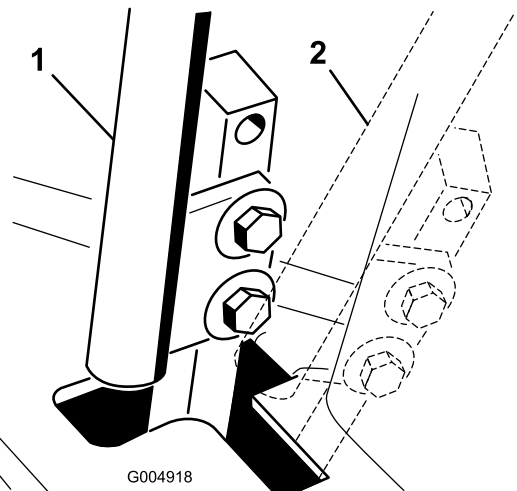

図 60
6. コントロールレバーと、コンソールのノッチとの位置関係を見る (図 60)。
4. コントロールレバーをニュートラル位置にする (**ロック位置にはしない**) (図 60)。